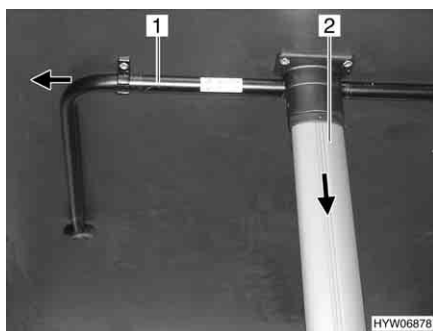

Fig. 43 Tavolo sospeso con piede ribaltabile e puntello
- Spingere il puntello (Fig. 43,1) nella direzione della freccia e ribaltarlo.
- Tirare il piede del tavolo (Fig. 43,2) nella direzione della freccia e ripiegarlo.